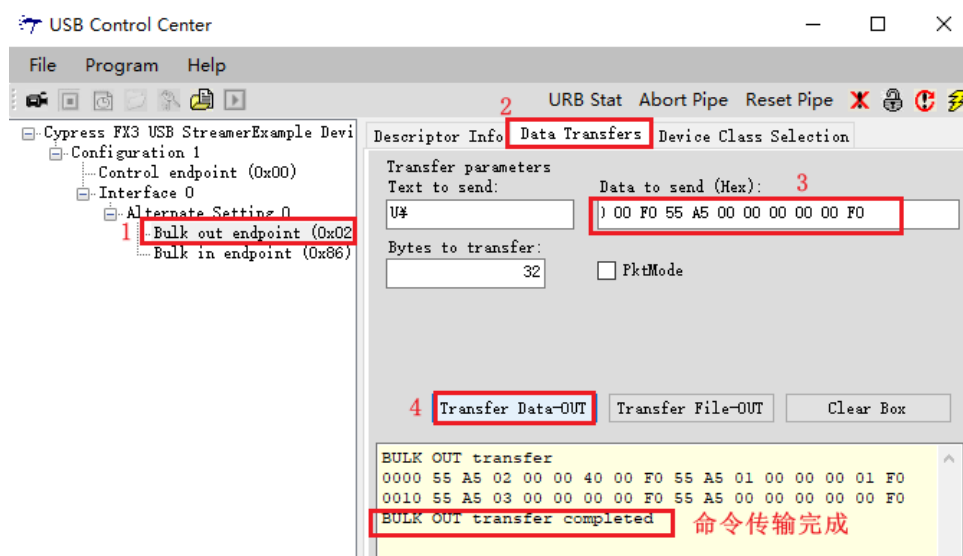

图 1-24 命令传输完成标志
- 点击“Transfer Data-OUT”进行命令传输，传输完成之后如下图 1-24 所示。